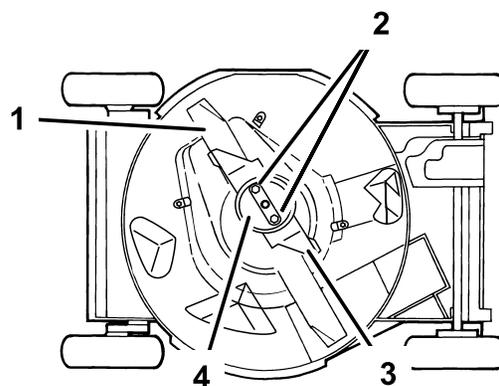

Figura 33
4. Vuelque la máquina con la varilla de aceite hacia abajo (Figura 33).
Sujete el extremo de la cuchilla usando un paño o un guante grueso. Retire las tuercas de la cuchilla, el protector de césped, el acelerador y la cuchilla (Figura 33).
5. Retire las 2 tuercas de la cuchilla, el protector de césped, el acelerador y la cuchilla (Figura 33).